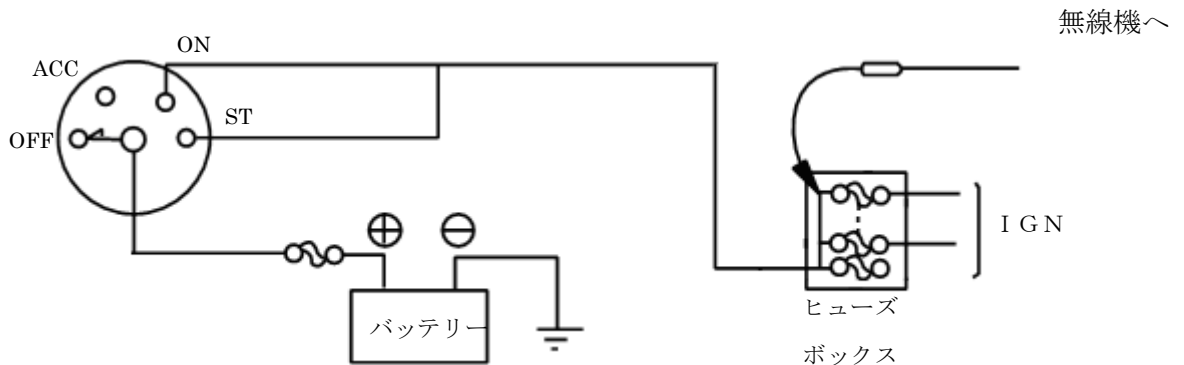

図9-3 電源制御線の接続概要
(1) 電源制御線の接続概要を図9-3に示す。
②ハンダ付けによる方法（図9-3参照）